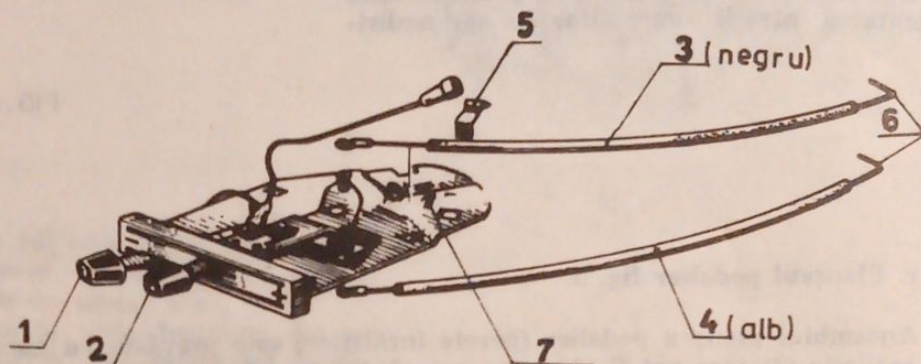

FIG. 6
d. Blocul de comandă voleți fig. 6